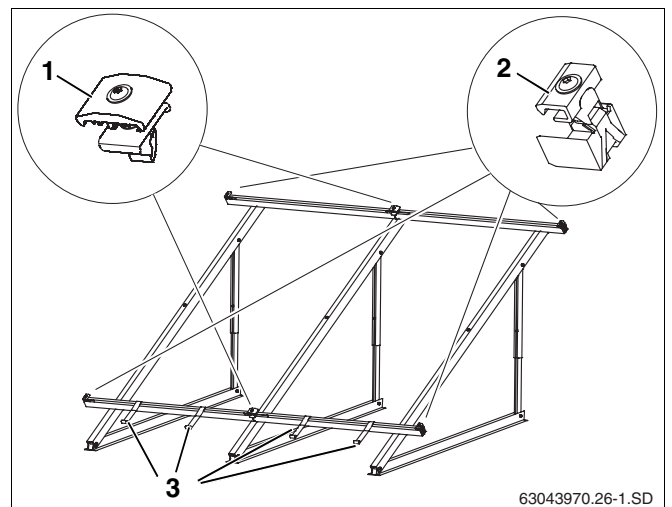

Fig. 43 Eléments de fixation pour le capteur
Les capteurs sont fixés sur les rails profilés avec les tendeurs unilatéraux (fig. 43, **pos. 2**) au début et à la fin d'une rangée de capteurs et avec les tendeurs double face (fig. 43, **pos. 1**) entre les capteurs.
Les dispositifs anti-glissement permettent également d'éviter (fig. 43, **pos. 3**) le glissement des capteurs.